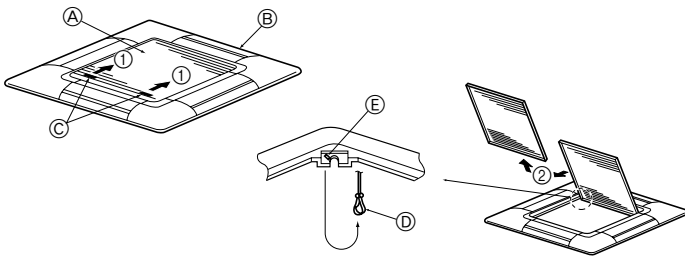

Fig. 8-3
8.2.1. Retrait de la grille d'admission (Fig. 8-3)
- Pour ouvrir la grille d'admission, faire glisser les leviers dans le sens indiqué par la flèche ①.
- Lorsque la grille se trouve en position "ouverte", retirer la charnière de la grille d'admission comme indiqué par la flèche ②.